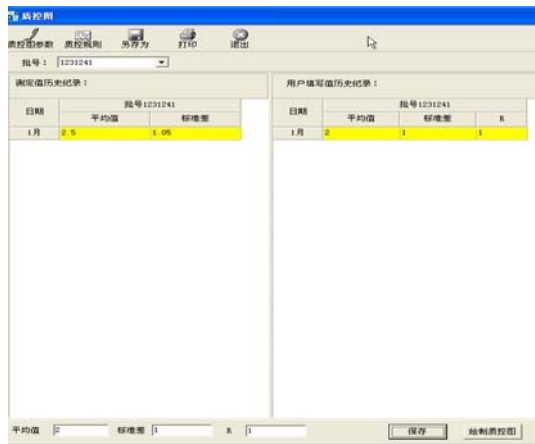
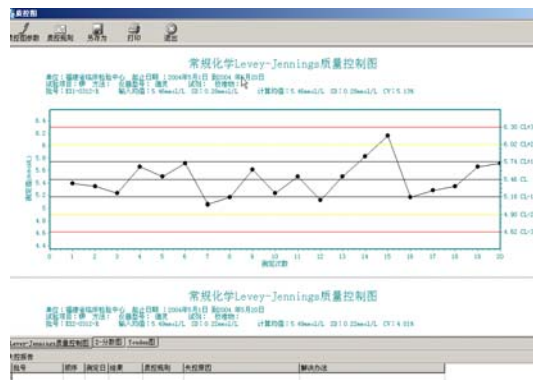
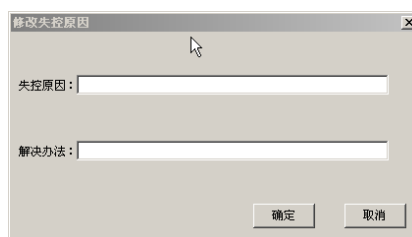

图 3-7-08 质控图参数设置页面
图 3-7-09 绘制质控图页面
图 3-7-11 失控原因对话框
点击手工上报主界面上端工具栏中【质控图】，系统会显示质控图参数页面，在质控图参数页面中（见图 3-7-08）左侧列表为系统自动计算出的【测定值历史记录】，右侧列表为实验室用户填写的【用户填写历史记录】，在页面下端填写质控参数：平均数、标准差、R 值，或者双击左边的数据；然后点击保存，数据将显示在右侧栏中的【用户填写值历史记录】栏中。然后点击【绘制质控图】按钮，显示质控图。如图 3-7-09
在图 3-7-09 中显示的绘制质控图页面中分为三个部分：
(1) 页面上端的工具栏：在工具栏中显示有五种按钮，如果点击【质控图参数】将使页面返回到图 3-7-08 显示质控图参数页面，点击【质控规则】后可以设置质控规则（详见第五小节质控规则设定），【另存为】、【打印】按钮可以将现有的质控图保存在计算机中或通过打印机打印。
(2) 页面中部为计算机绘制的质控图画面，在质控图下方显示“Levey-jennings 质控图”、“Z-分数图”、“Youden 图”的分页符，分别点击将可以看到不同的质控图。
(3) 页面最下端是失控报告部分，当系统根据给定的质控规则进行失控判断后，将在这里对失控数据加以说明，并可以填写失控原因。
在质控图界面（详见图 3-7-09）上端工具栏中点击【质控规则】将出现质控规则设定页面，如图 3-7-10，请根据实际需要选择质控规则，选择完成后点击【失控计算】按钮，进行计算完毕后，点击【绘制质控图】按钮，系统显示质控图。当相同条件下，上个月选择了质控规则，在“手工上报”里保存结果时，程序会自动把上个月的质控规则复制到当前月，如没有改变不需再选择。
当完成质控规则设定后，系统将根据用户设定的质控规则对质控数据进行失控判断，并在质控图页面最下端显示失控报告，详见图 3-7-09。如果在计算中有失控情况发生时，系统将自动在这里显示失控的数值，包括：批号、测定数值、测定日期、违反的质控规则等信息，使用鼠标双点击失控报告中的项目，系统会弹出修改报告填写对话框，见图 3-7-11。在失控原因和解决办法中填写内容点击【确定】，系统将在失控报告中记录失控原因和解决办法。